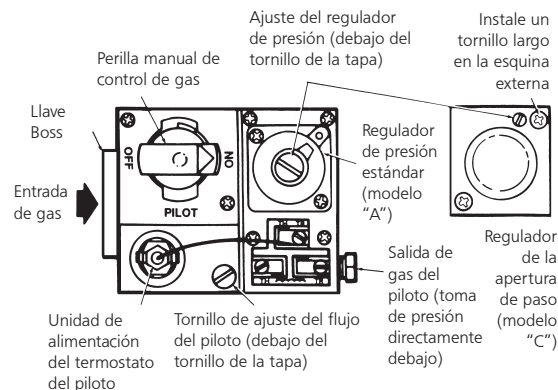

Figura 8. Vista superior del control de gas de capacidad estándar.
- a. Quite el tornillo de la tapa de ajuste del piloto. Consulte la Figura 8.